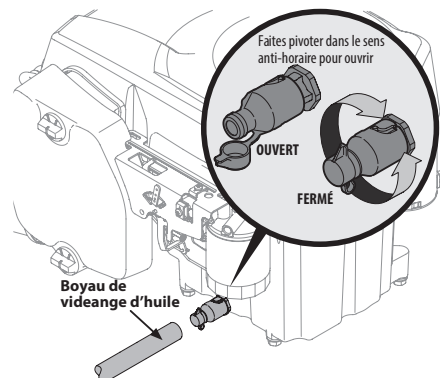

Figure 4-5
4. Soulevez le capuchon de protection à l'extrémité de la soupape de vidange de l'huile pour exposer l'orifice de vidange. Voir la Figure 4-5.